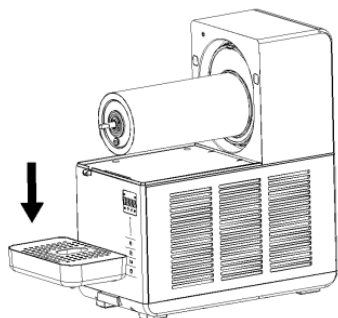

Fig.14
2. Sæt vandbakken ned i holderen (som vist i fig. 14).